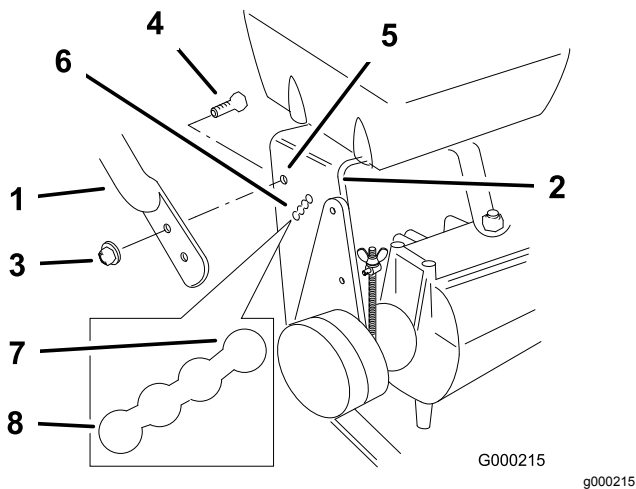

Рисунок 16
2. Ослабьте верхние фланцевые болты (3/8 x 1 дюйм) и фланцевую гайку, которые крепят рукоятку к задней раме (Рисунок 16).
- Снимите нижние фланцевые болты (3/8 x 1 дюйм) и фланцевые гайки, которые крепят рукоятку к задней раме (Рисунок 16).